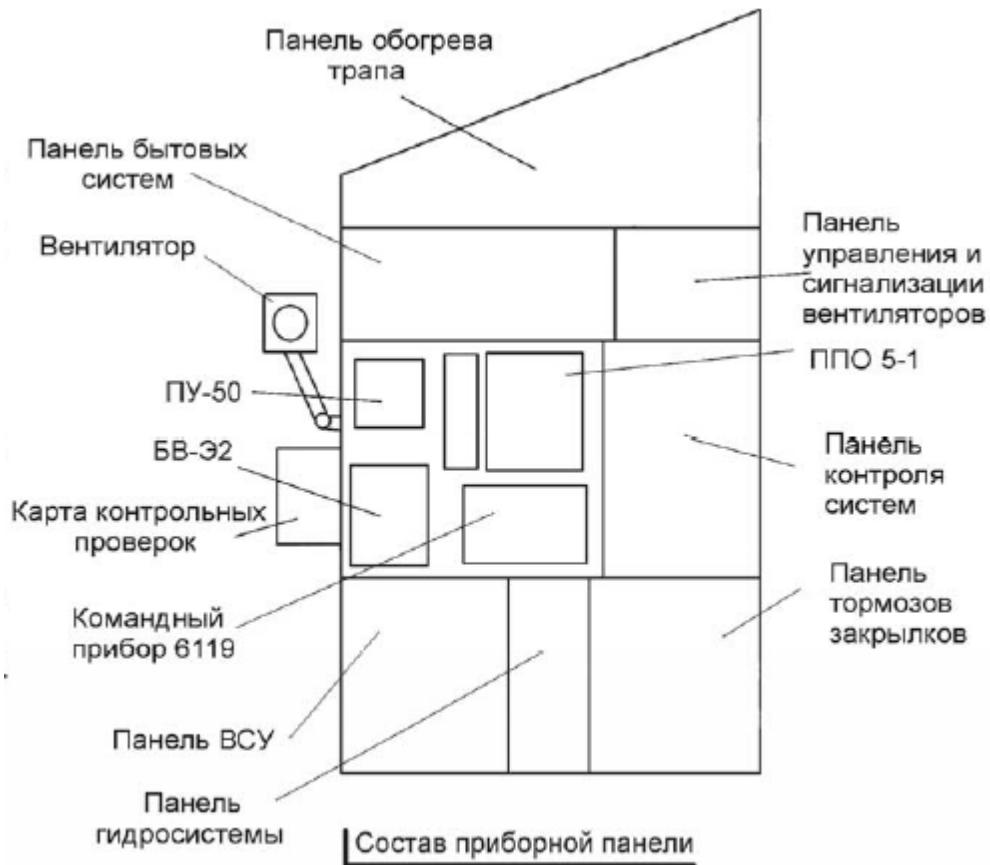

Рис. 1.7. ПРИБОРНАЯ ПАНЕЛЬ БОРТИНЖЕНЕРА
**Приборная панель бортинженера** предназначена для размещения панелей управления и контроля ВСУ и другими системами самолета (рис. 1.7).